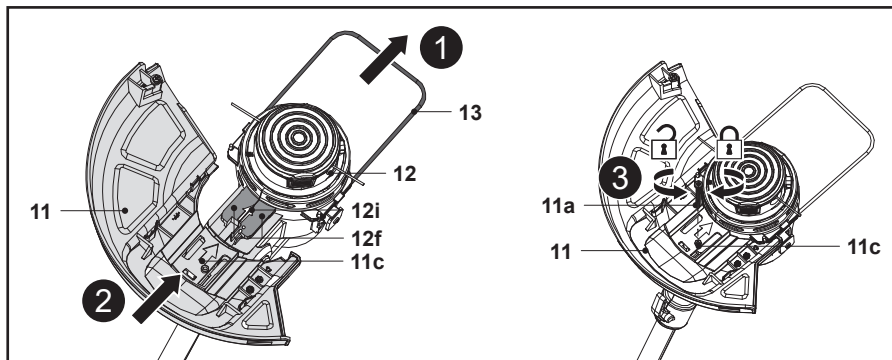

Fig. 1
1. Întoarce capul de tăiere (12) cu susul în jos.
3. Trage afară mai întâi scutul pentru plante (13) (fig. 1, pasul 1), apoi aliniază și glisează apărătoarea (11) pe fantele de glisare (12f) de pe capul de tăiere (12) (fig. 1, pasul 2). Introdu complet apărătoarea (11) și asigură-te că găurile de șurub (11c, 12i) sunt bine aliniată.
4. Fixează apărătoarea (11) cu șurubul (11a) în sens orar (fig. 1, pasul 3).